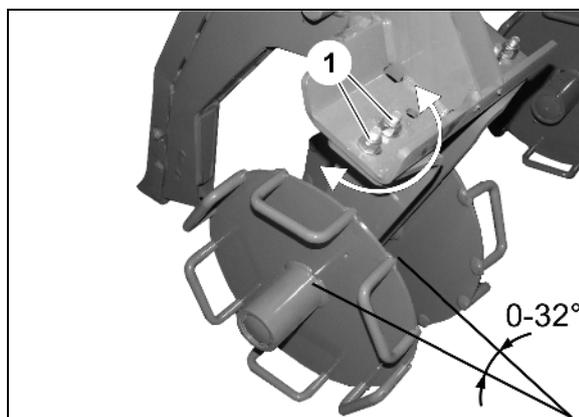

Fig. 106
1. Beide Verschraubungen (Fig. 106/1) einer Rolle lösen.